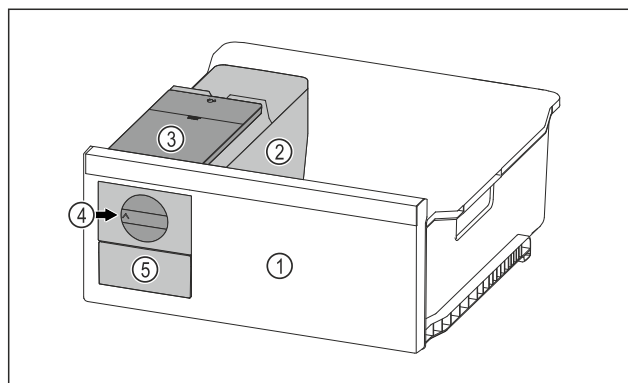

Fig. 108 Simbolična slika
► Vrtljivi gumb Fig. 108 (4) obrnite do konca v smeri urinih kazalcev.
▷ Kocke ledu iz posode za ledene kocke padajo v predal za ledene kocke Fig. 108 (5).